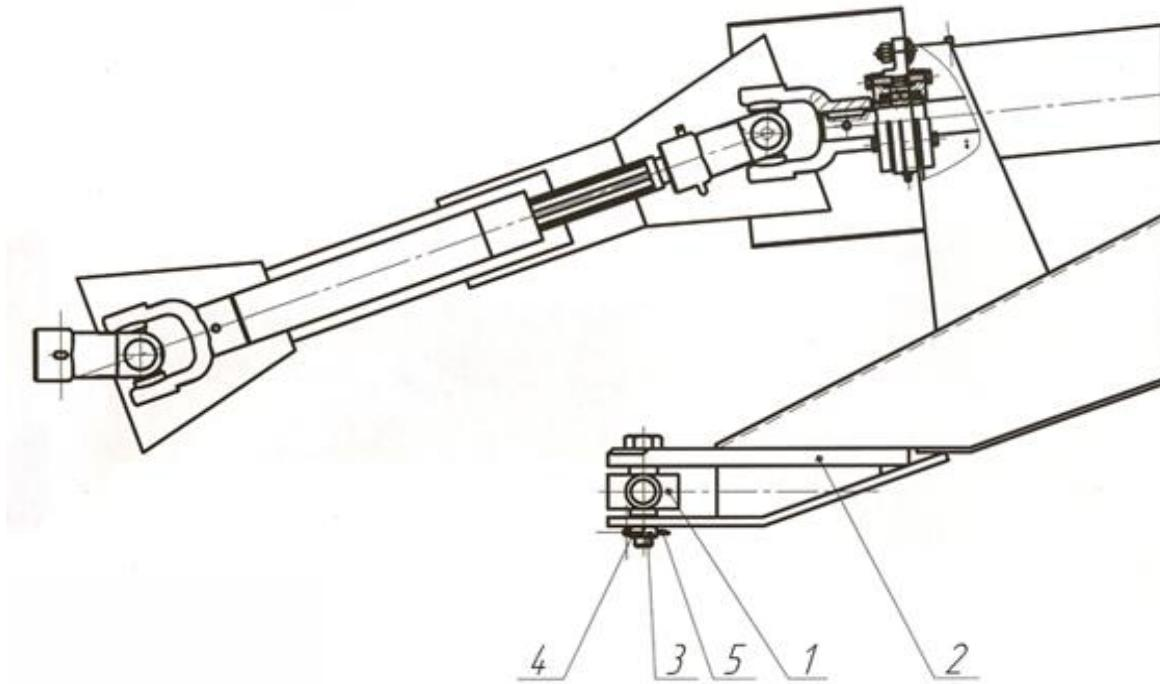

Рис. 2 Установка поперечной балки
6.4.2. Соединить с продольными тягами и закрепить стопорами поперечную балку навески (рис. 2.)
6.4.3. Плавно сдвинуть трактором назад и совместить отверстия в поперечной балке 1 и прицепной серьге 2 (рис. 2), вставить палец 3, затем навернуть гайку 4 на палец и зафиксировать шплинтом 5.